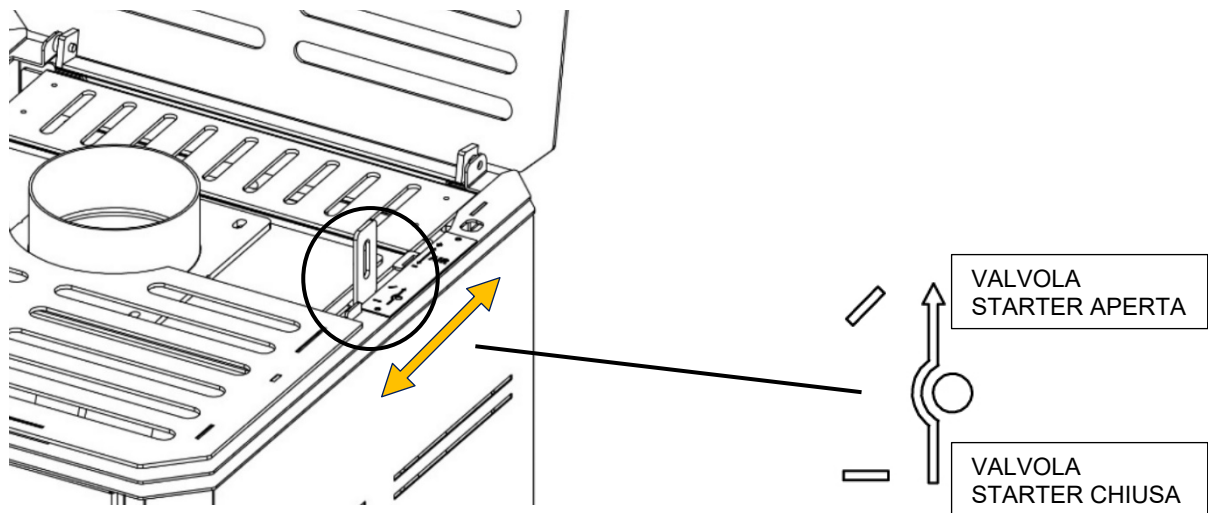

Fig. 15
- 1 Mettere la leva della starter in posizione di aperto (fig 15)